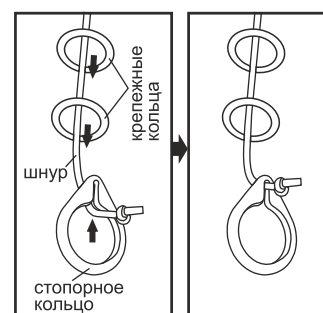

Рис.3
- ③ Для развески шторы необходимо распустить **шнуры**, сняв с них фиксирующие резинки.
- ④ Проверьте натяжение каждого шнура, потянув за них рукой вниз. **Убедитесь, что все шнуры полностью выпущены из рабочих блоков.**
- ④А Определите нижний край шторы в её опущенном положении; на этом уровне завяжите узелки на шнурах; убедитесь, что все узелки находятся на одном горизонтальном уровне.
- ⑤ Закрепите штору на карнизе Компакт-М с помощью ленты «Лип», пришитой к верхней части шторы с изнаночной стороны.
- ⑥ Пропустите шнуры через все крепежные кольца, закреплённые на шторе. Закрепите на нижних узелках стопорные колечки с ушком (рис.3). При подготовке шторы к стирке нижние узелки не требуется развязывать. Стопорные колечки легко снимаются за счет паза на ушке.
- ⑦ Распустите **цепочку**, сняв с неё фиксирующую резинку.
- ⑧ Проверьте работоспособность карниза, опустив и подняв штору с помощью цепочного механизма.